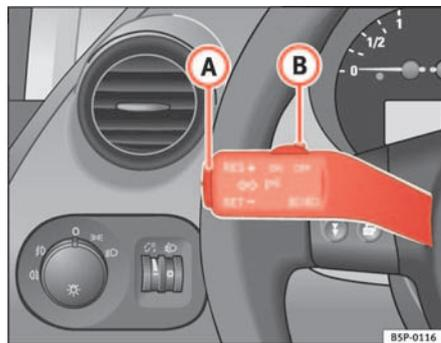

Fig. 142 Levier des clignotants et de l'inverseur-codes : contacteur et touche à bascule pour le régulateur de vitesse
- Appuyez sur la partie supérieure **RES+** de la commande à bascule ⇒ fig. 142 **A** pour augmenter la vitesse. Tant que vous maintenez enfoncée la commande à bascule, le véhicule accélère. Lorsque vous lâchez la commande à bascule, la nouvelle vitesse est mémorisée.
Si vous diminuez la vitesse mémorisée en appuyant sur la pédale de frein, le régulateur se désactive. Vous pouvez réactiver le régulateur en appuyant une seule fois sur la partie supérieure **RES+** de la commande à bascule ⇒ fig. 142 **A**.